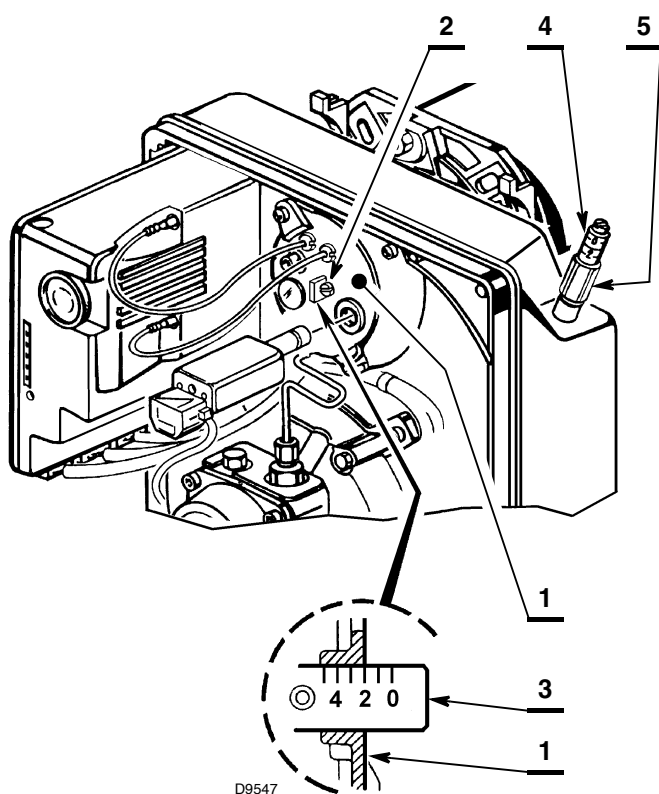

Fig. 16
- Ruotare in senso orario o antiorario la vite di regolazione 2) (Fig. 16) fino a che la tacca incisa sulla staffa di regolazione 3) coincide con il piano esterno del gruppo portaugello 1).
- allentare il dado 5) (Fig. 16) e tarare la serranda agendo sulla vite 4).